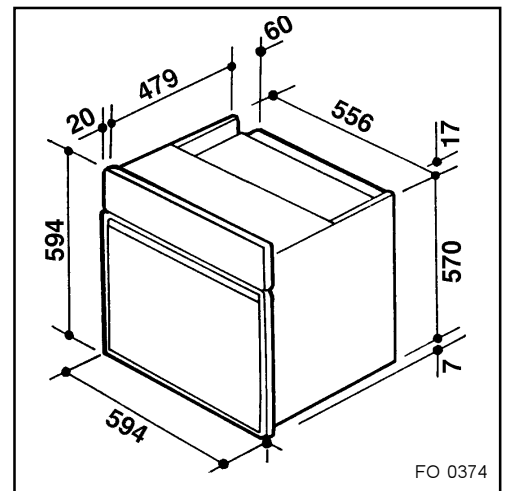

Fig. 13
- Dimensions de l'appareil (Fig. 13)